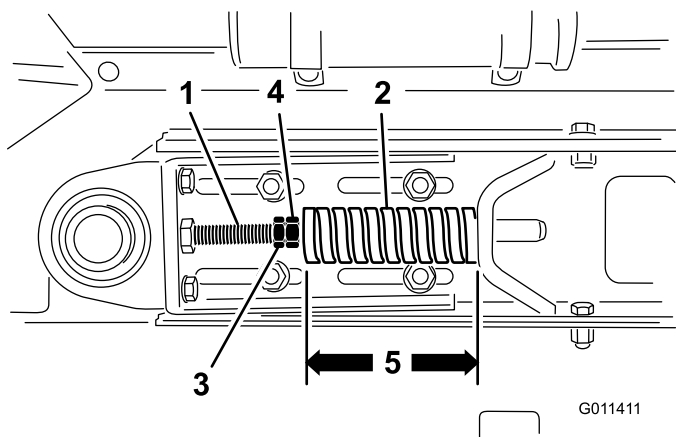

Figura 26
1. Desaperte as porcas e a barra de tensão de ajuste (Figura 26) de porcas para obter a tensão desejada.